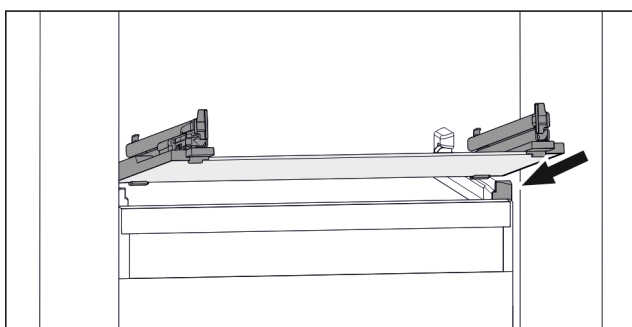

Fig. 132 Príklad zobrazenia sklenenej dosky
- ▶ Nasadte sklenenú dosku šikmo za zarážkami. (pozri Fig. 132)